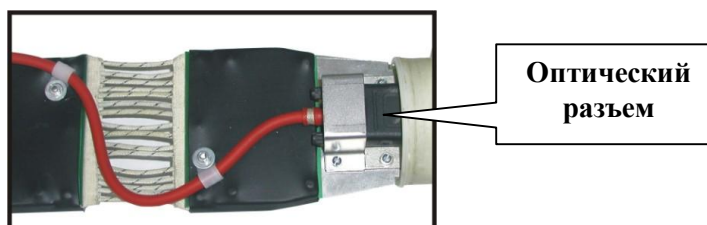

Рисунок 1.4.14. Разъем оптического кабеля
5. Отсоедините разъем 18 оптического кабеля от приемного устройства (рисунок 1.4.14);